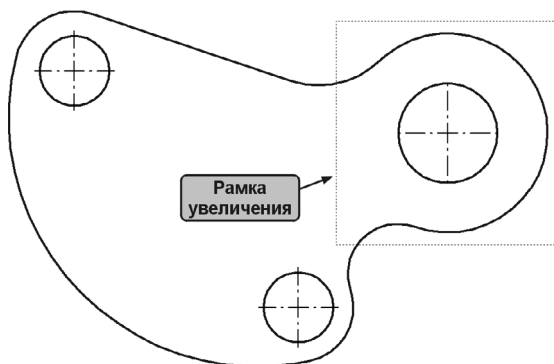

Рис. 25.11. Увеличение участка детали
14.1. Нажмите кнопку **Увеличить масштаб рамкой**. Выделите участок детали для увеличения, как это показано на рис. 25.11.